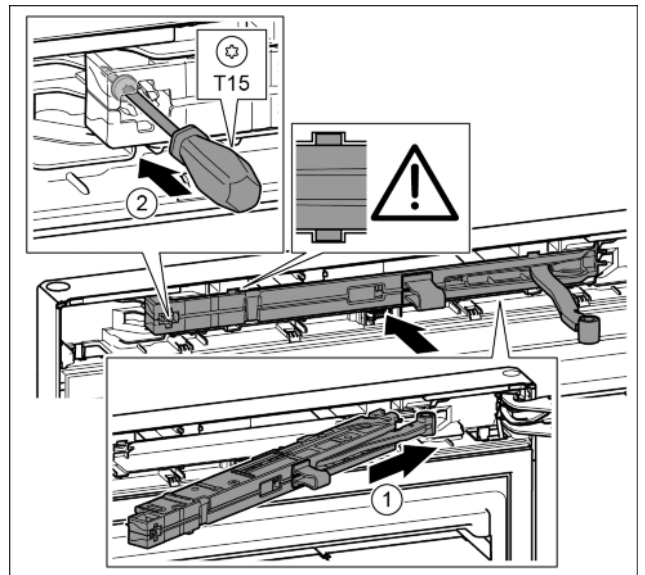

Fig. 21
- ▶ Під нахилом просуньте демпферний вузол з боку опорного кронштейна в отвір до упору. Fig. 21 (1)
- ▶ Закрутіть гвинт за допомогою викрутки T15. Fig. 21 (2)